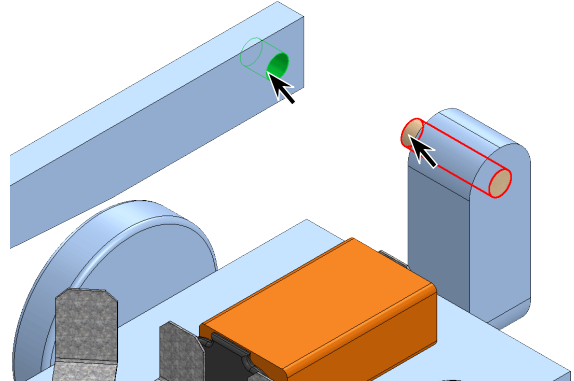

Fig. 15
Step 8. Click **side face Arm**, Fig. 15.